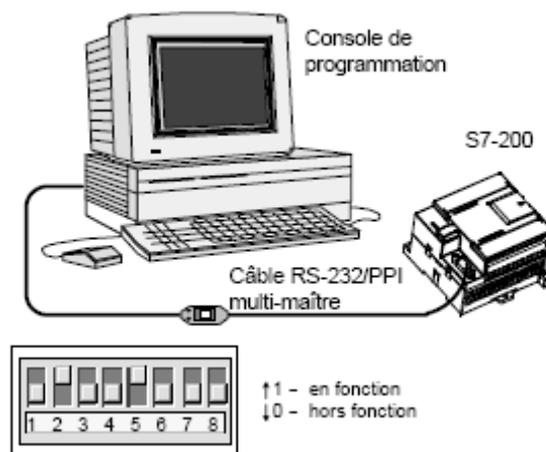

Figure 1 Connexion du câble RS-232/PPI multi-maître
La figure 1 montre un câble RS-232/PPI multi-maître reliant le S7-200 à la console de programmation.
3. Assurez-vous que les commutateurs multiples du câble 1 2 3 4 5 6 7 8 Câble RS-232/PPI multi-maître S7-200 Console de programmation RS-232/PPI multi-maître sont réglés comme illustré à la figure 1.